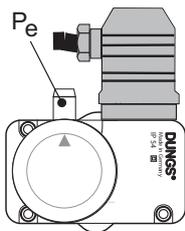

Figura 4.1 Salida del punto de medición de la presión (P_e)
4. Para purgar el suministro de gas, abra el tornillo de la salida del punto de medición de la presión de la unidad del interruptor de baja presión hasta que sólo salga gas. Consulte *Figura 4.1*.